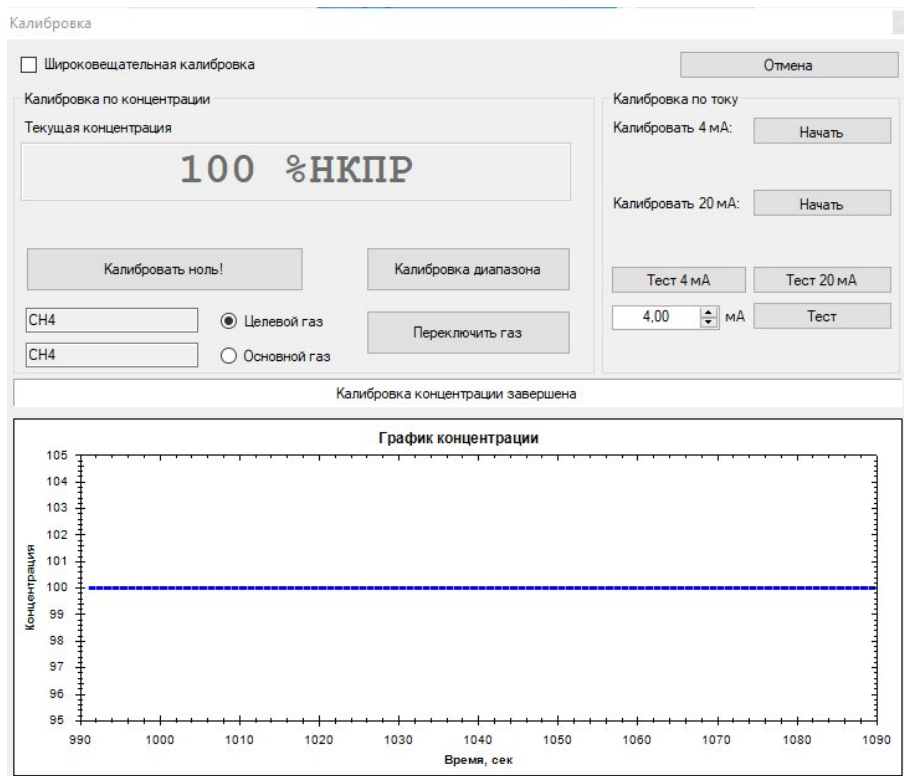

Рисунок 46
- 4) выбрать газ для калибровки: целевой или основной (см. рисунок 46);